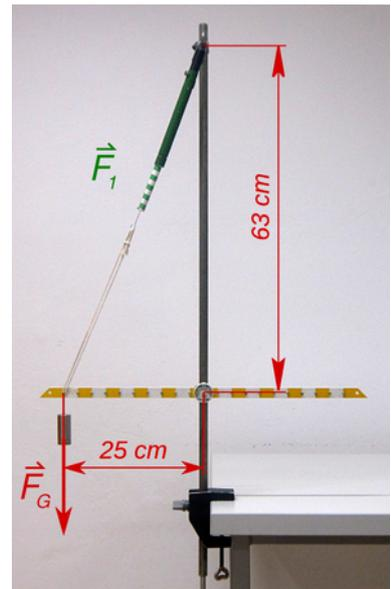

Fig. 14
- Im Versuchsaufbau von Fig. 14 zeigt der Kraftmesser  $F_1 = 2,1 \text{ N}$  an. Bestimme die Masse des angehängten Wägestücks!